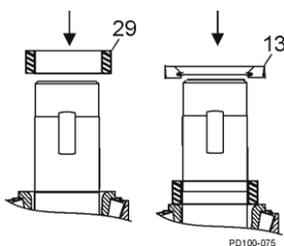

Figure 59 - Installation de la garniture arrière
1. Installez les entretoises d'engrenage (figure 59, élément 29).
3. Installez les garnitures d'étanchéité à l'huile avec le ressort tourné vers l'extérieur (figure 59, élément 13).